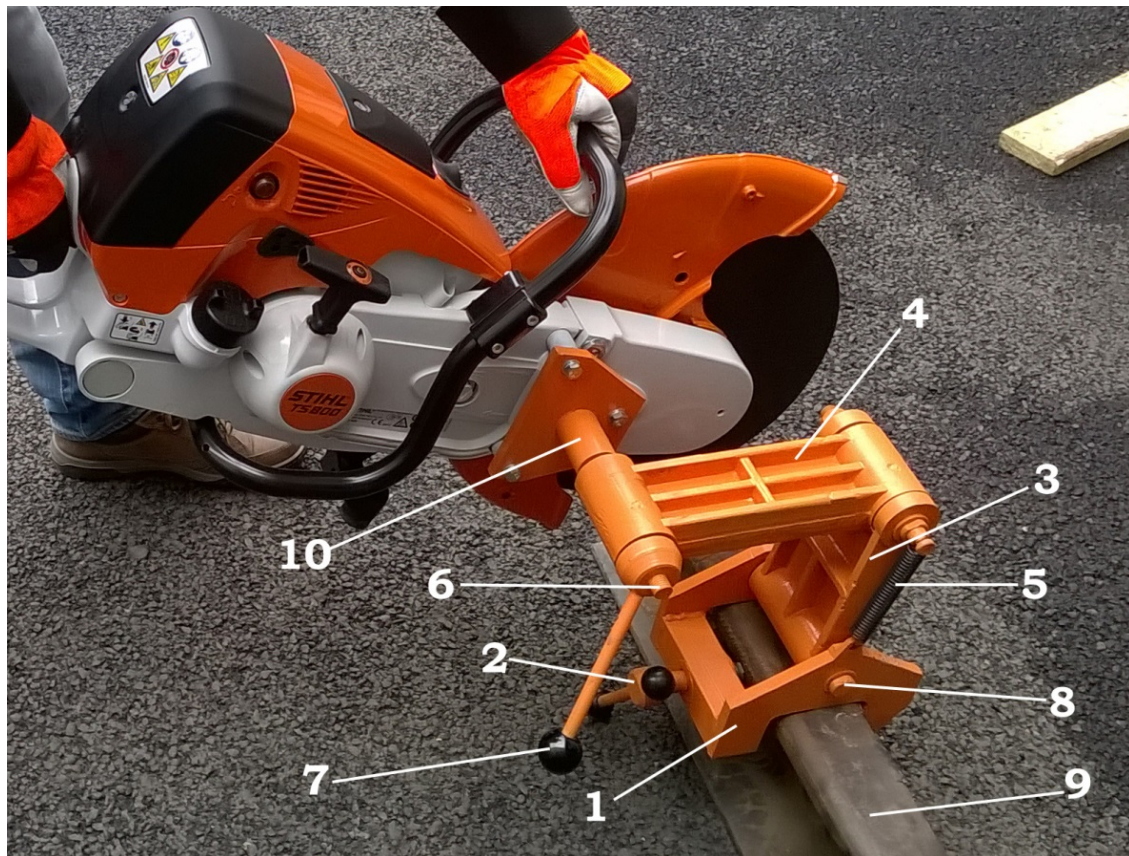

Рис. 1 Станок рельсорезный PP-800 с рельсовым захватом PP-10.
3.1 Рельсовый захват PP-10 (рис.1) состоит из установочной опоры на рельс **1**, выполненной в форме скобы и фиксируемой на рельсе с помощью зажимного винта **2**, поворотной двухзвенной рукояти, состоящей из двух рычагов **3** и **4**, пружины **5**, вращающейся оси крепления к рельсорезу **6** с ручкой **7**.
5.2 Установить опору 1 рельсового захвата на рельс 9 и закрепить зажимным винтом 2 (рис.1).
5.3 Установить рельсорезный станок на ось 6 с помощью вращения ручки 7 рычага рельсового захвата 4 (рис.1) в отверстие на кронштейне крепления рельсореза 10 (рис.1) и закрепить.